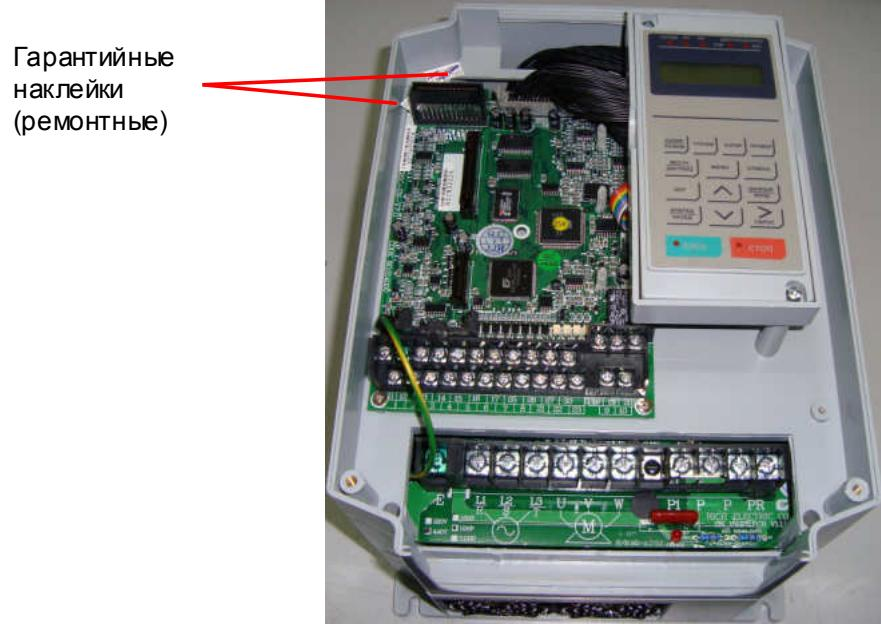

Рис. 8.3. Положение ремонтных гарантийных наклеек.
8.15. Наклеить ремонтные гарантийные наклейки 1 в соответствии с рис. 8.3.